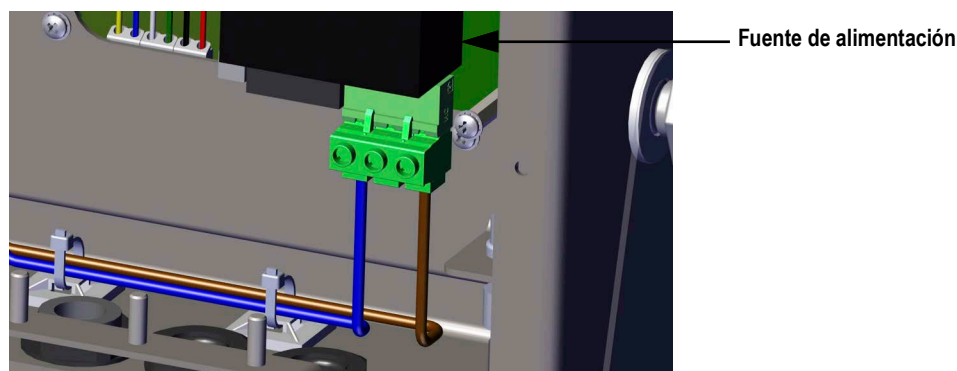

Figura 2-20. Conexión del cableado de CA
1. Tienda el cable por el prensacables (no incluido), consulte la Figura 2-20.
3. Tienda los otros dos hilos por la parte posterior del indicador y conéctelos al conector de tres clavijas (N.º de ref. 152334) que se conecta a la placa de la fuente de alimentación como se muestra en la Figura 2-20 y la Tabla 2-4 en la página 30.